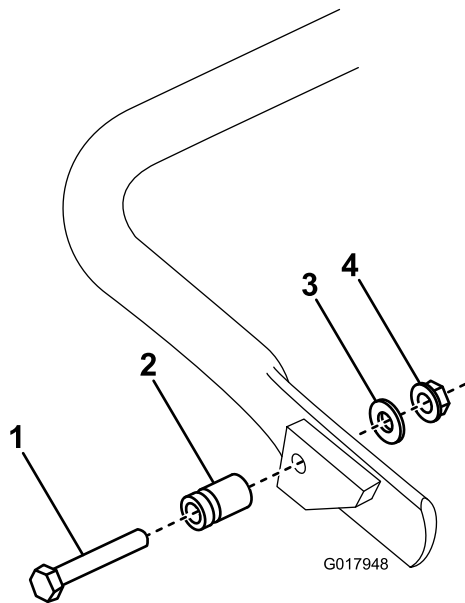

Figura 5
- En el GR1600 solamente,** conecte el anclaje del muelle al lado derecho del caballete (Figura 5) usando el perno, la arandela y la tuerca con arandela prensada suministrados.